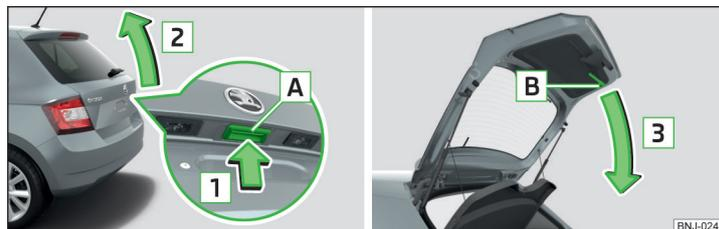

Abb. 37 Gepäckraumklappe öffnen/schließen
- › Zum **Öffnen** die Taste **A** in Pfeilrichtung **1** drücken » Abb. 37.
Die Taste **A** » Abb. 37 wird beim Anfahren bzw. ab einer Geschwindigkeit von mehr als 5 km/h deaktiviert. Nach dem Anhalten und Öffnen einer Tür wird die Taste wieder aktiviert.